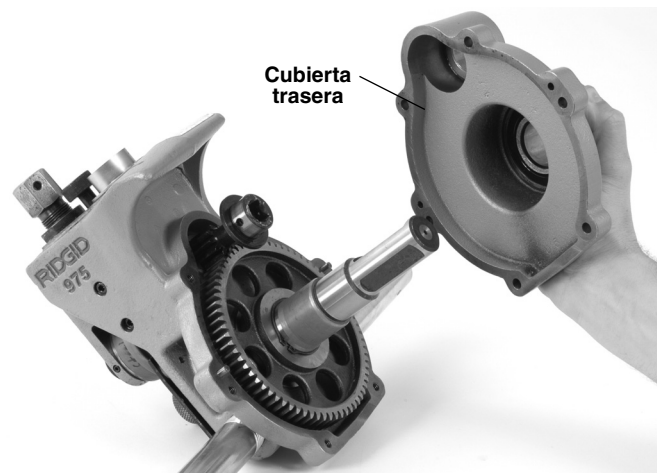

Figura 1 – Extracción de la cubierta trasera
2. Extraiga la cubierta trasera (Figura 1).